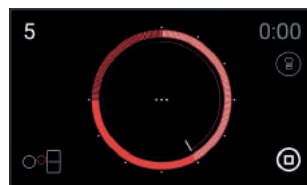

рис. 5
1 Выберите зону, на которой будете готовить, нажав на нее в любой точке. Красным цветом засветится ограждающий конфорку контур. После выбора конфорки произойдет автоматический переход к окну «Выбор мощности» (рис. 5).
2 Скользящим пальцем по кольцу выбора мощности или касанием его в любой точке можно выбрать либо желаемую мощность в пределах от 0 до 9, либо функцию «Мощность» (последняя четверть кольца выбора мощности). После того, как нужный уровень мощности будет выбран, его будет можно видеть в левой верхней части экрана (рис. 5).
(рис. 5), для выключения конфорки проведите пальцем по кольцу выбора мощности, чтобы достичь нулевого уровня, или нажмите на значок ее выключения .
1 Коснитесь значка 0:00 (рис. 5). Кольцо выбора мощности изменит свой цвет на синий, что укажет на возможность доступа к этой функции. Внутри него автоматически появится красное кольцо потоньше, указывающее выбранный уровень мощности (рис. 6).
- 2 Коснитесь значка 0:00 (рис. 5), а затем проведите пальцем по кольцу таймера для изменения запрограммированного времени.
- 2 Коснитесь значка 0:00 (рис. 5), а затем проведите пальцем по кольцу таймера для установки запрограммированного времени на 00:00. Таймер будет выключен.
В окне «Выбор мощности» (рис. 5), находится значок iCooking , у которого имеются особые функции (рис. 8), помогающие повару готовить пищу.